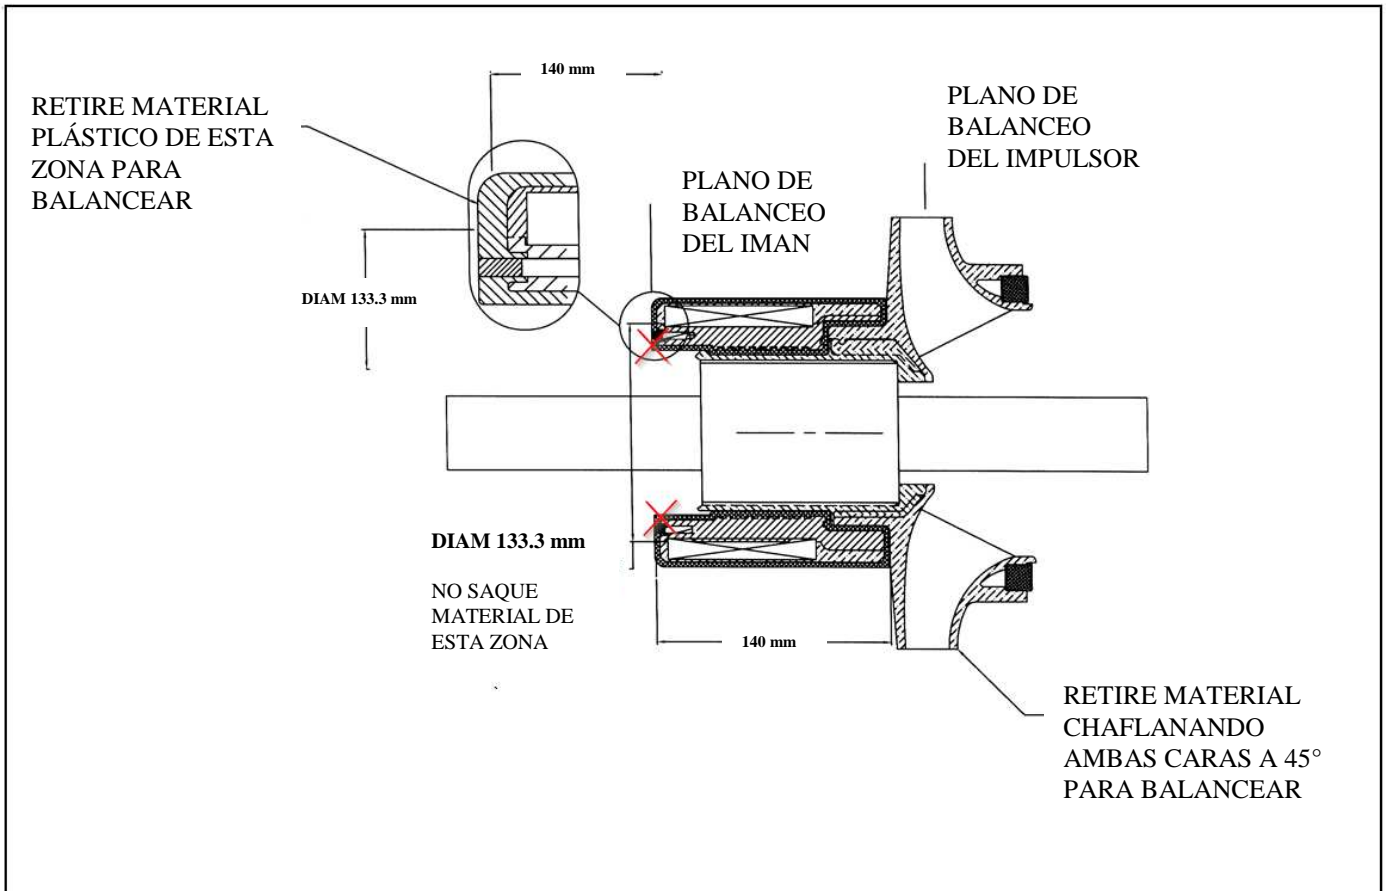

Fig.10-4: IMPULSOR KF MONTADO SOBRE EJE DE BALANCEO
2. El balanceo se logra sacando material plástico de la parte posterior del Imán Interno y de los discos del impulsor. El Imán Interno posee ETFE adicional en la cara posterior con el objeto de permitir el balanceo. La Fig 10-4 muestra el área de donde puede retirarse material para el balanceo.